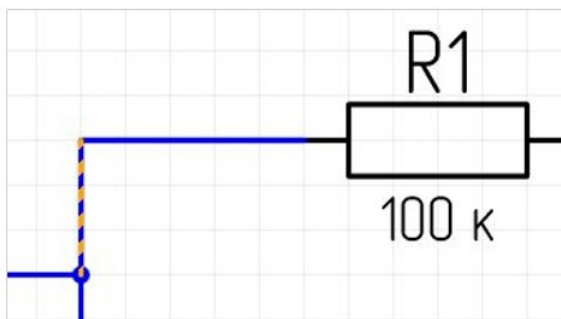

Рис. 77 Сегмент проводника
- Сегмент проводника – прямой отрезок линии электрической связи, см. Рис. 77.